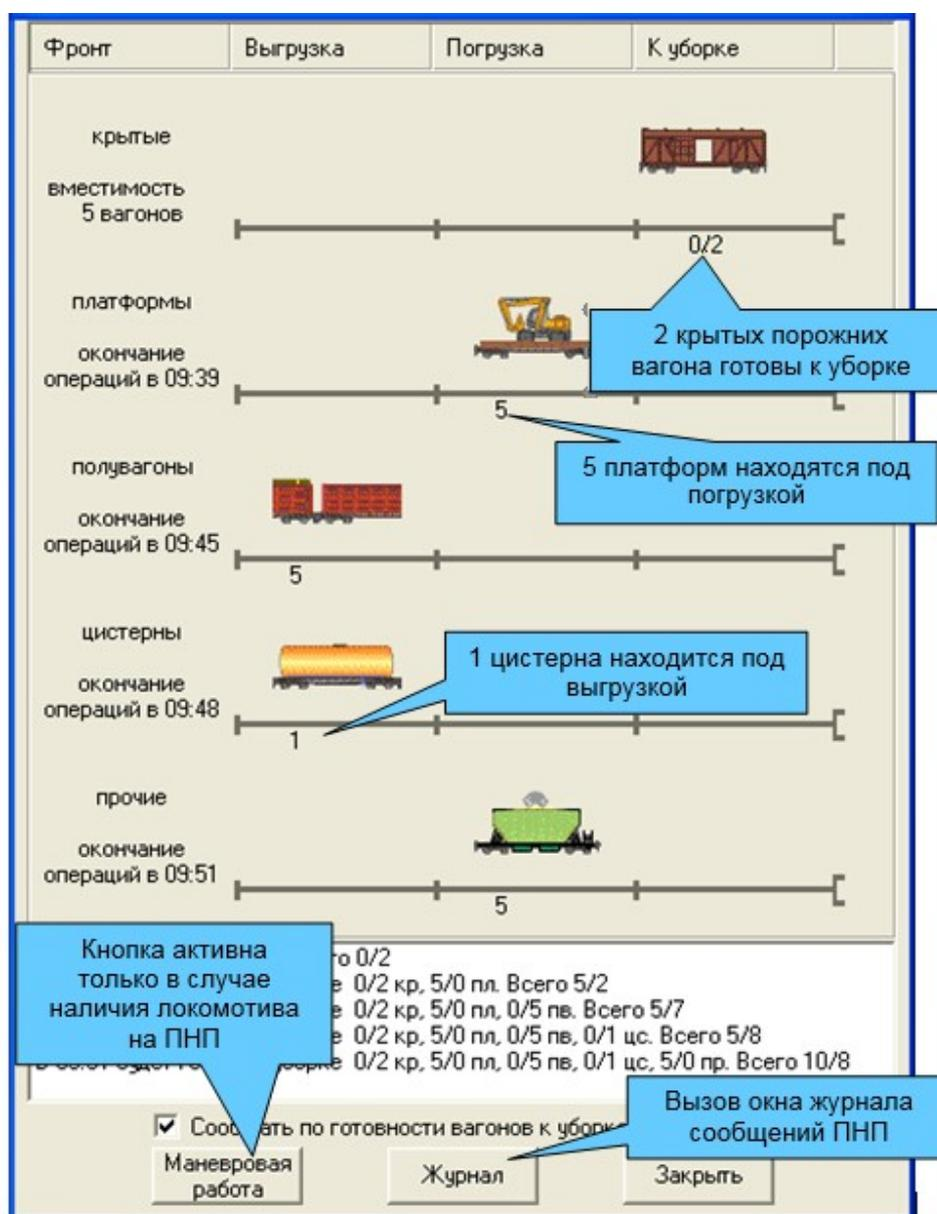

Рис.11 Отображение процесса грузовых операций на ПНП.
- Журнал – вызывает окно журнала сообщений ПНП (рис.11);
2. Нажать на кнопку «Маневровая работа» в окне «Положение на ПНП» (рис.11) в случае, если на момент вызова маневровая работа уже выполняется.
2. Нажатием на кнопку «Журнал» окна «Положение на ПНП» (рис.11).